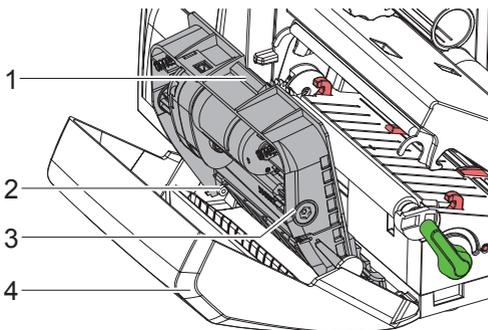

Рис. 19 Демонтаж ножа
- ▶ Проворачивайте вал (6) шестигранной отверткой TX10 по часовой стрелке до тех пор, пока зубчатые рейки (7) не выйдут из зацепления с зубчатыми колесами.
- ▶ Выньте верхнее лезвие (9) из направляющих (8).
- ▶ Выньте нижнее лезвие (10).
- ▶ Вставьте нижнее лезвие сверху в держатели (11).
- ▶ При необходимости снова вставьте пружины (12) в cartridge для пружин (13).
- ▶ Для монтажа верхнего лезвия прижмите нижнее лезвие к крышке, вставьте верхнее лезвие в направляющую и подавайте как можно дальше вверх, пока зубчатые рейки (7) не войдут в зацепление с зубчатыми колесами (5).
- ▶ Проворачивайте вал (6) шестигранной отверткой TX10 против часовой стрелки, пока лезвие не достигнет верхнего упора.
5. Вставьте узел ножа (3) согласно рис. 19 в ось (2) и опускайте в крышку (4), пока не раздастся щелчок.